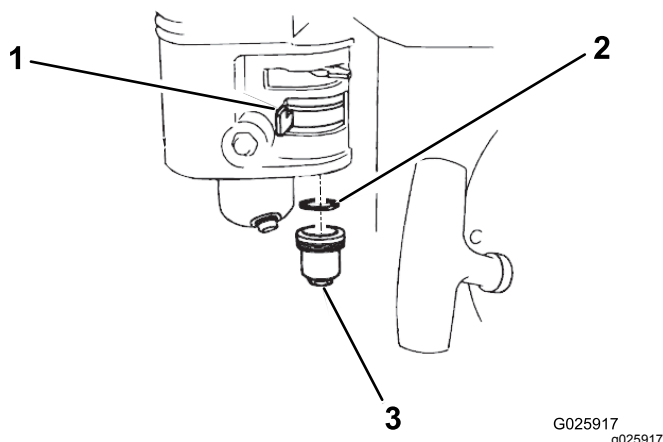

Рисунок 34
1. Переведите отсечной топливный клапан в положение OFF (Выкл.), затем снимите топливный отстойник и уплотнительное кольцо (Рисунок 34).